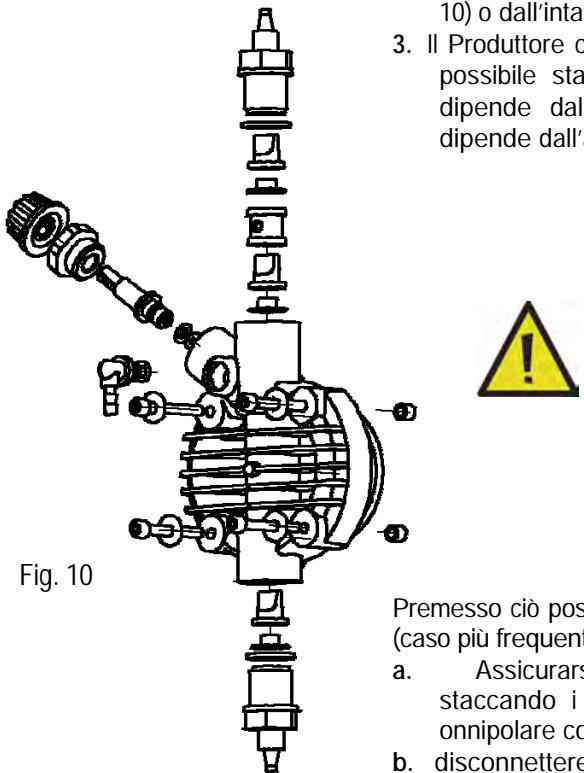

Fig. 10
3. Eliminare dal corpo pompa tutto il liquido presente, smontando e rimontando il corpo pompa utilizzando le quattro viti di fissaggio, coppia di serraggio 180÷200 Nxcm (Fig. 10).
2. Controllare almeno ogni 6 mesi il funzionamento della pompa, la tenuta delle viti e delle guarnizioni, per liquidi particolarmente aggressivi effettuare controlli anche più frequenti, controllare in particolare la concentrazione dell'additivo nell'impianto; una riduzione di tale concentrazione potrebbe essere determinata dalla usura delle valvole (che in tal caso vanno sostituite facendo attenzione nel rimontarle come in Fig. 10) o dall'intasamento del filtro che va pulito come al successivo punto 3.
Per effettuare questa operazione, se l'apparecchiatura non è fissata all'impianto si può farla pulsare per pochi secondi (15-30) tenendola capovolta e senza tubetti collegati ai raccordi, se ciò è impossibile smontare e rimontare il corpo pompa (Fig. 10), attraverso quattro viti di fissaggio.
Data la robustezza del sistema, guasti meccanici veri e propri non se ne verificano. Talvolta possono verificarsi perdite di liquido da qualche raccordo o ghiera fissatubo allentati, o più semplicemente dalla rottura del tubetto di mandata. Raramente eventuali perdite potrebbero essere determinate dalla rottura della membrana o dall'usura della guarnizione di tenuta della membrana stessa. Questi componenti in tal caso vanno sostituiti smontando le quattro viti del corpo pompa (Fig. 10), rimontando tali viti, serrare in modo uniforme con un valore di coppia massima di serraggio raccomandata di 180÷200 Nxcm. Una volta eliminata la perdita, occorre pulire la pompa dosatrice da eventuali residui di additivo che ristagnando potrebbero aggredire chimicamente la cassa della pompa.
- a. Smontare le valvole di aspirazione e mandata, pulirle e rimontarle nella stessa posizione (Fig. 10). Nel caso in cui si riscontrasse un rigonfiamento di dette valvole, verificare sull'apposita tabella la compatibilità dell'additivo con il tipo di valvola montata sulla pompa (valvola standard in Viton® o altro elastomero compatibile; su richiesta sono disponibili le valvole a sfera).